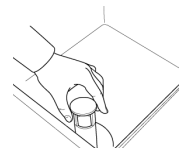

Fig.38
- 2- Aprire la porta e rimuovere il troppopieno. (Fig.38)